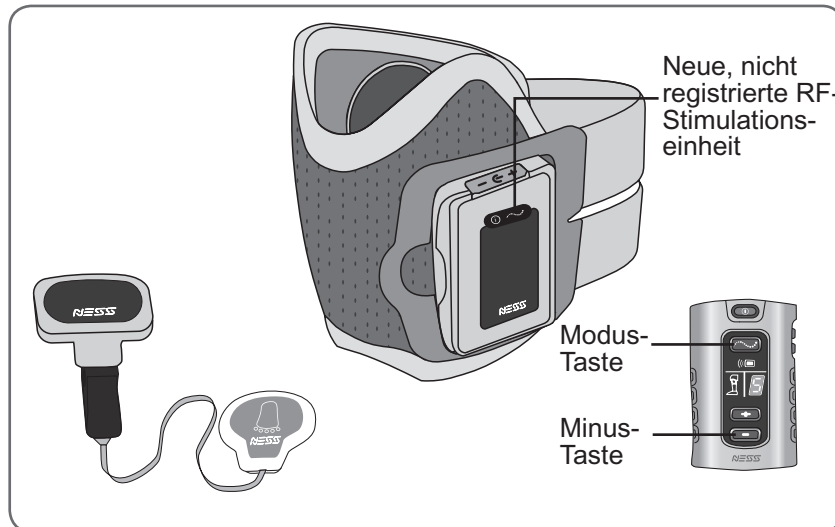

Abbildung 9-5: Registrierung einer neuen RF-Stimulationseinheit
2. Halten Sie die  Modus- und die  Minus-Taste der Steuereinheit gleichzeitig für drei Sekunden gedrückt. Wenn die Registrierung beginnt, gibt die Steuereinheit einen Signalton aus. (Siehe Abbildung 9-5.)